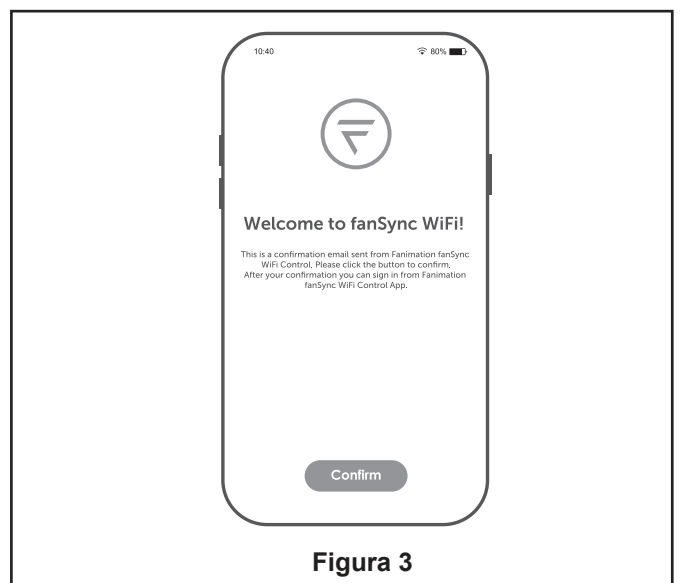

Figura 3
3. Si se registró utilizando la opción de correo electrónico, compruebe su buzón de entrada para encontrar el correo electrónico de configuración de la cuenta por primera vez. Abra el mensaje y haga clic en el botón "Confirmar". Si no encuentra el mensaje, compruebe la carpeta de correo no deseado. El correo electrónico procederá de "fansync@fanimation.com". (Figura 3)